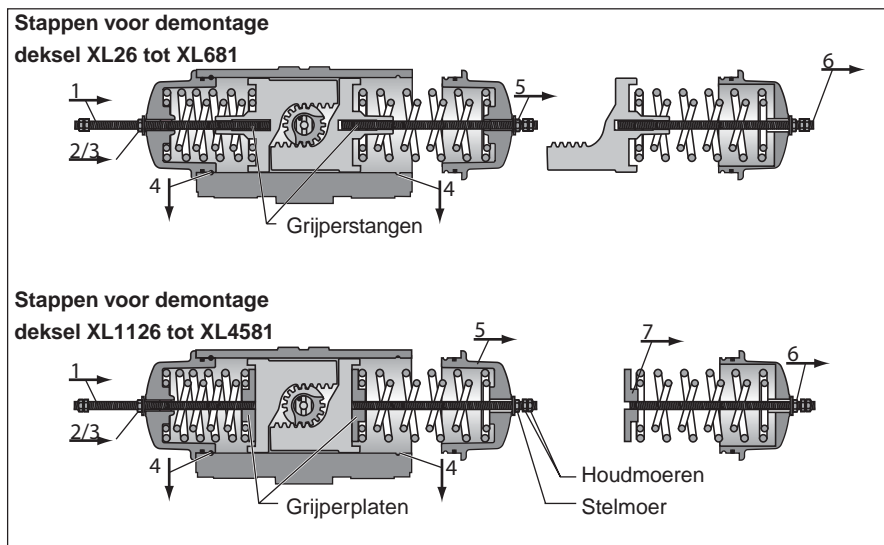

Fig. 5 Demontage eindkap
- 1 Maak de sluitmoeren (24) los en verwijder beide slagbegrenzers (22) en draadafdichtingen (23) of O-ringen (23a).
- 2 Verwijder de indicator (7) van de bovenkant van de as (19) Voor XL26 tot XL221 een imbusleutel van 4 mm gebruiken. Voor de grotere maten kan de indicator van de bovenkant van de rondsel af worden getrokken.
- 3 Verwijder zowel afdichtbouten (28) als afdichtingen (29) van de deksels (21).
- Voor XL 26 tot XL 681 de zuigers (20)
- Voor XL 1126 tot XL4581 de retractorplaat (20a, zie ook Fig. 5) totdat er geen speling meer is (NIET TE STRAK AANSPANNEN) en zorg ervoor dat de moer en de sluitring los staan van de voorkant van de deksel.
- 7 Gebruik een moersleutel om te voorkomen dat de "houdmoeren" draaien. Gebruik een andere moersleutel om beide stelmoeren een halve slag per keer met de klok mee te draaien (zie Fig. 5), omlaag over de stangen, totdat er exact twee volledige slagen bereikt zijn. Hierdoor worden de
- Voor XL 26 tot XL681 de zuigers (20)
- Voor XL 1126 tot XL4581 de retractorplaat (zie ook Fig. 5) naar de deksels (21) getrokken en de veren samengedrukt. Doordat de veren worden samengedrukt, verdwijnt de veerkracht en komt de SAFEKEY los, zodat deze verwijderd kan worden.
11 Om de constructie met het verenpakket intact te houden (zie Fig. 5), de retractorstang op zijn plaats laten. Om het verenpakket te demonteren, de stelmoer op de retractorstang losschroeven om de veerkracht op te heffen, terwijl u ervoor zorgt dat de stang niet draait door een moersleutel op de houdmoeren te plaatsen.